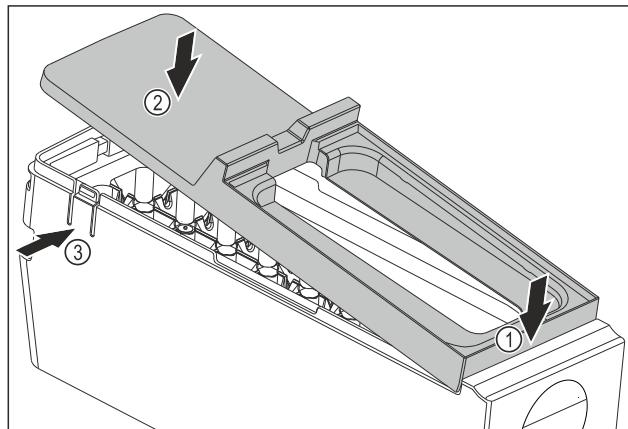

Fig. 215
- ▶ Монтаж на капака на корпуса на EasyTwist-Ice: Поставете капака отпред. Fig. 215 (1)
- ▶ Спуснете капака отзад. Fig. 215 (2)
- ▶ Капакът се фиксира с щракване в двете езичета Fig. 215 (3).